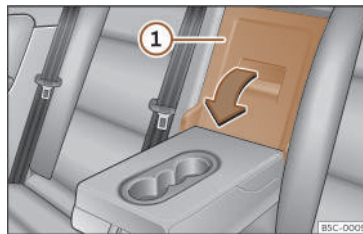

Fig. 168 Sullo schienale del sedile posteriore: apertura della sponda.
- Tirare la leva di sblocco nel senso della freccia e ribaltare completamente in avanti la copertura della sponda >>> **fig. 168** ①.